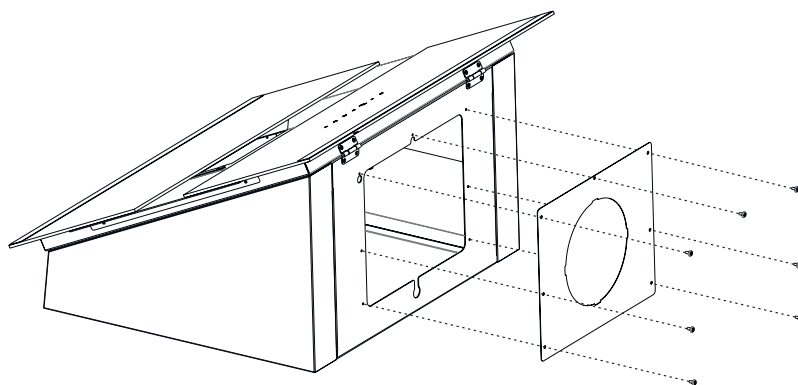

Fig. 11
2. ➔ Montera adapterplattan till fläkten med 6st 3,5x6,5 skruvar (Fig. 11).